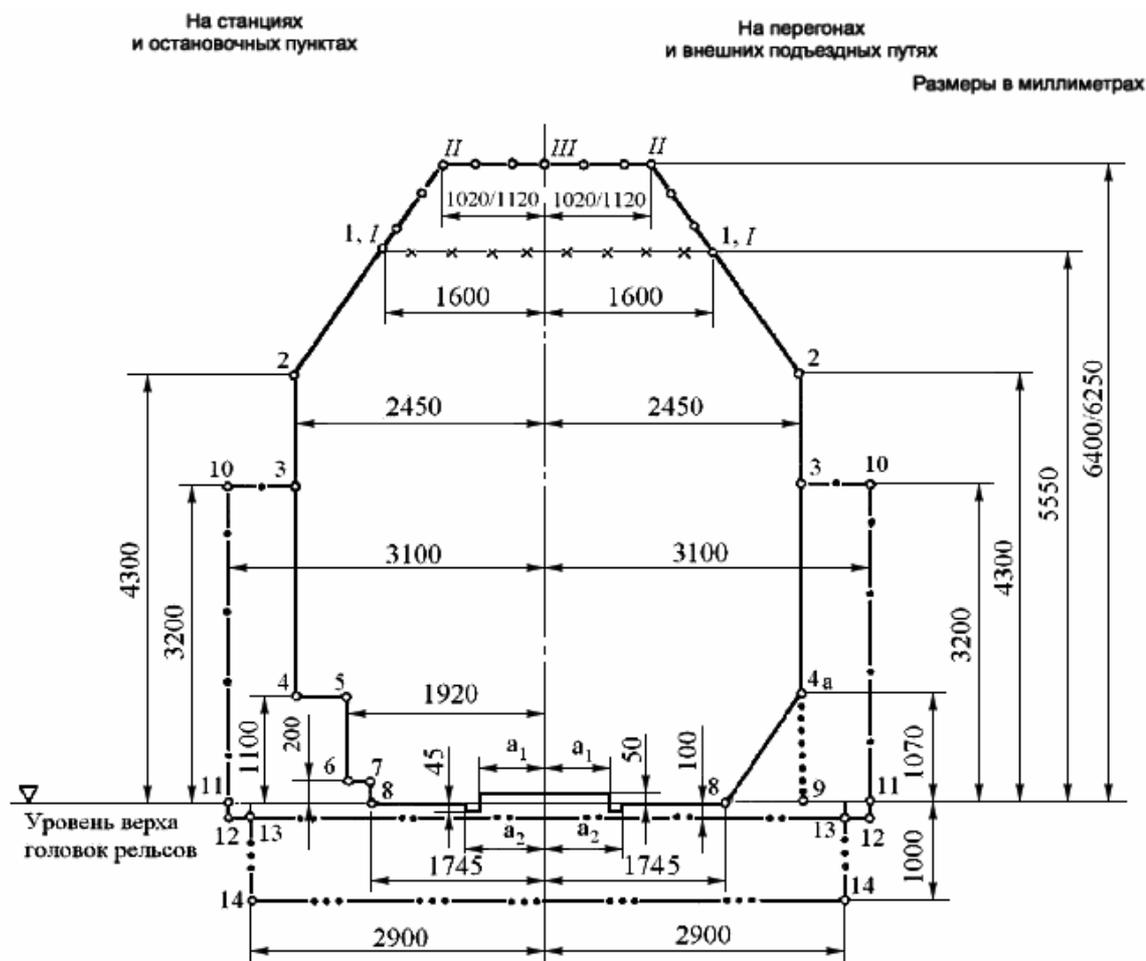

Рисунок 24 - Габарит С
1. Вычертить габарит приближения строений и подвижного состава с нанесением основных размеров и пояснениями к рисунку (рис. 24 ГОСТ 9238-2013).